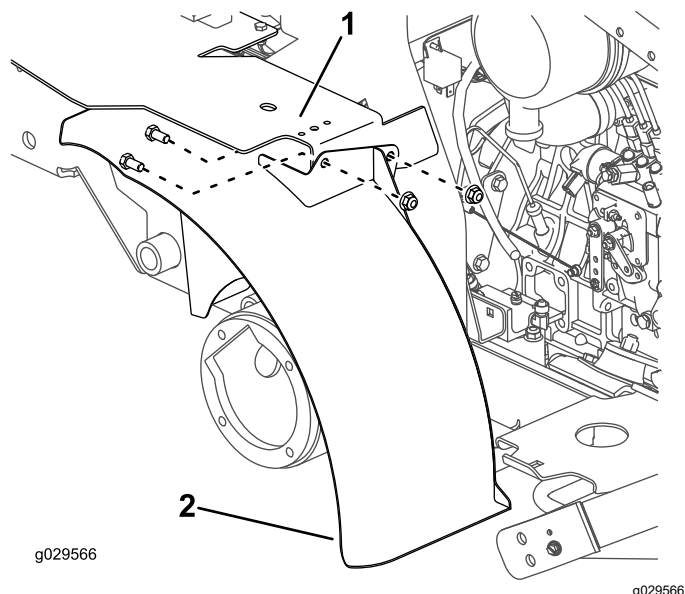

Figura 24
6. Monte, sem apertar, o suporte (na parte de cima do guarda-lamas) ao suporte do depósito de combustível. Utilize dois parafusos ($\frac{3}{8}$ pol. x $\frac{3}{4}$ pol.) e duas porcas ($\frac{3}{8}$ pol.), tal como se ilustra na Figura 24.